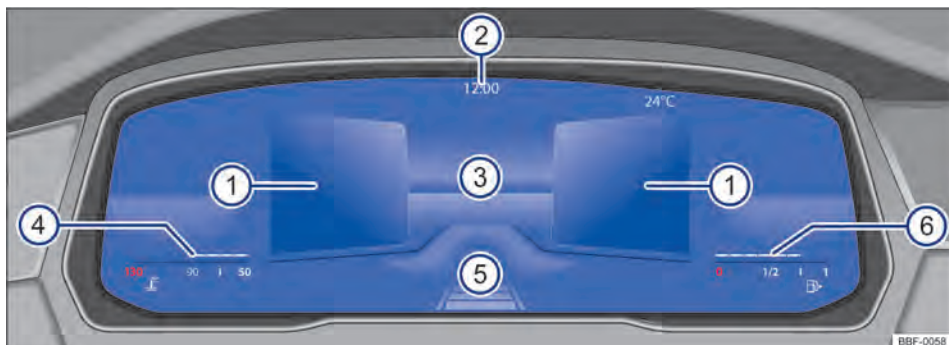

Fig. 10 Active Info Display (variante 2) no painel de instrumentos.
A exibição principal → Fig. 10 ③ pode ser alternada pressionando o botão **VIEW** no volante multifunções. A representação na área de indicação pode exibir as seguintes vistas:
- **Resumo:** após o encerramento da prontidão para condução: exibição de informações sobre o status do veículo nas áreas ①, por exemplo, posição do hodômetro total.